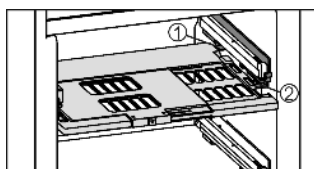

Fig. 6
- ▶ Introduire la plaque de régulation de l'humidité : insérer les travers du couvercle de la plaque par le bas dans le support arrière Fig. 6 (1) et encliqueter devant dans le support Fig. 6 (2).